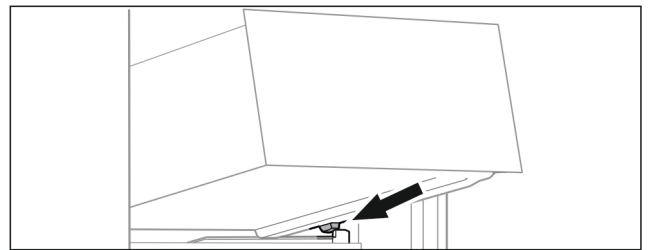

Fig. 58
- ▶ Lade schuin achter de stoppers op containerrib plaatsen. (zie Fig. 58)